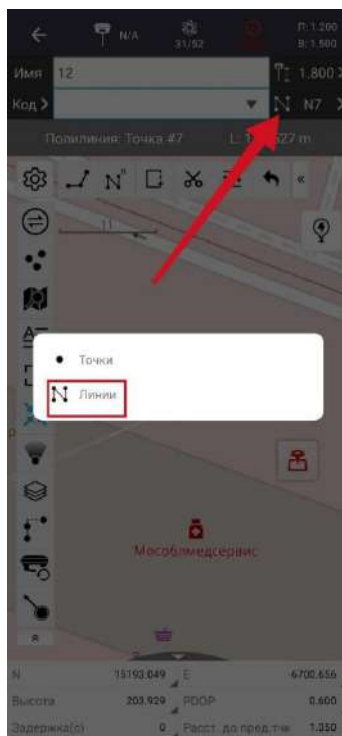

Рисунок 4.4.15
1. Для того, чтобы перейти в метод съемки Zig-Zag перейдите в меню Карта. Далее поменяйте режим съемки с Точки на режим съемки Линии. Затем выберите пункт Линии (Рисунок 4.4.15).